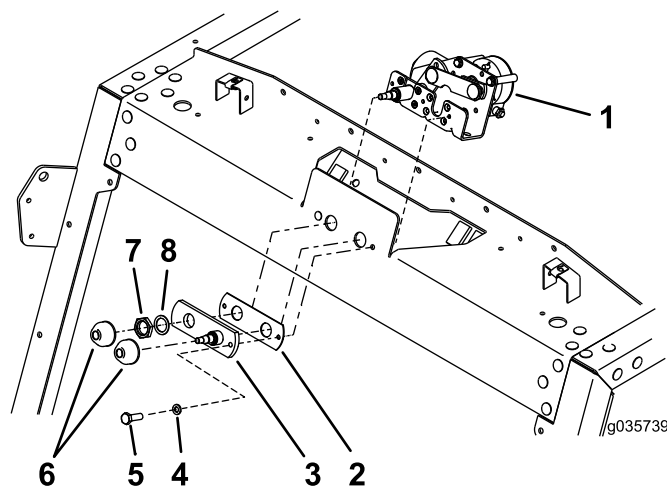

Figura 2
2. Retire o parafuso e anilha de bloqueio do conjunto do eixo (Figura 2).
3. Retire as tampas de plástico, porca de retenção, anilha, conjunto do eixo e junta do motor do limpador para-brisas (Figura 2).
5. Empurre o eixo do motor através do furo da cabeça superior (Figura 2).
6. Instale a junta e conjunto do eixo com o parafuso e anilha de bloqueio para segurar o motor no sítio (Figura 2).